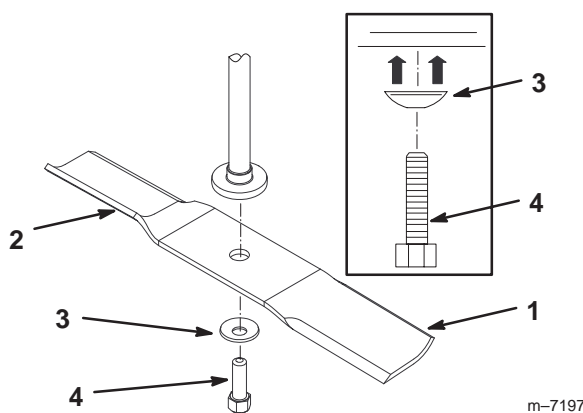
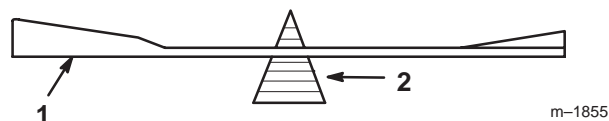

Figure 36
Figure 38
Tenez la lame à son extrémité avec un chiffon ou un gant épais. Enlevez le boulon, la rondelle bombée et la lame de l'axe (Fig. 36).
2. Vérifiez l'équilibre de la lame en la plaçant sur un équilibreur (Fig. 38). Si la lame reste horizontale, elle est équilibrée et peut être utilisée. Si la lame est déséquilibrée, limez un peu l'extrémité de la partie incurvée seulement (Fig. 36). Répétez la procédure jusqu'à ce que la lame soit équilibrée.
1. Placez la lame sur l'axe (Fig. 36).
2. Montez la rondelle bombée (face concave vers la lame) et le boulon de lame (Fig. 36). Serrez le boulon de lame à 47–88 Nm.